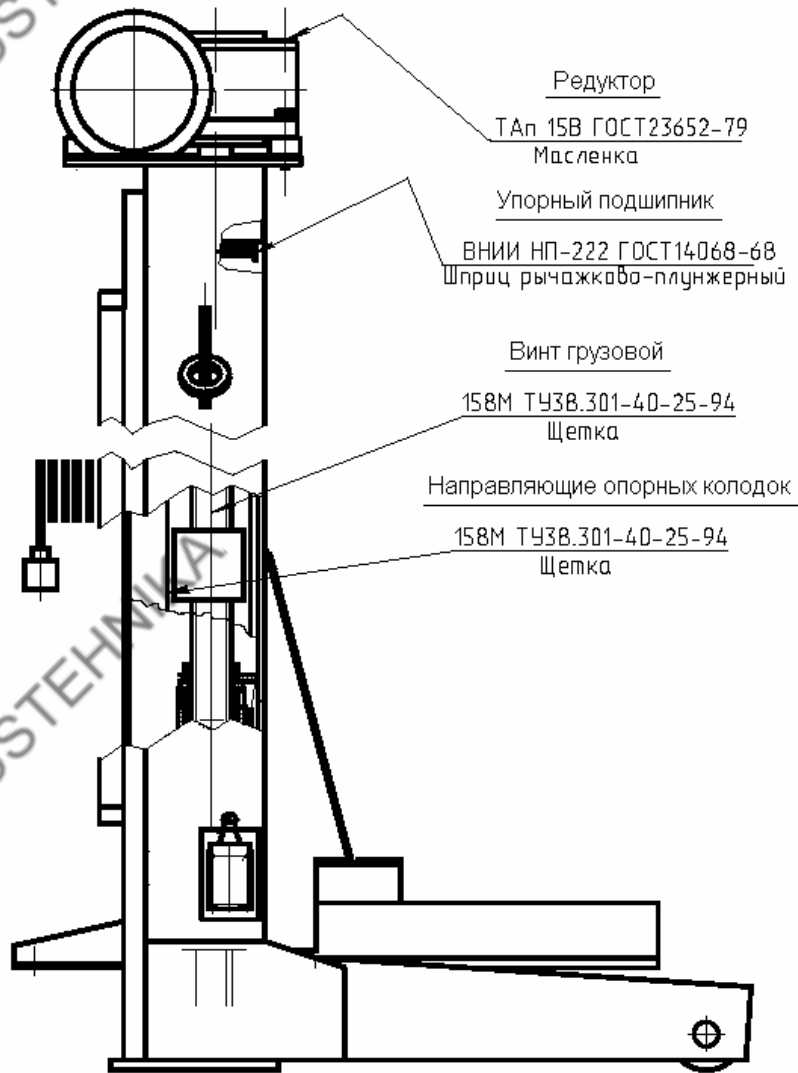

Рис. 8. Карта смазки подъемника ПП-3.
- произвести смазку стоек подъемника в соответствии с картой смазки (см. Рис. 8).